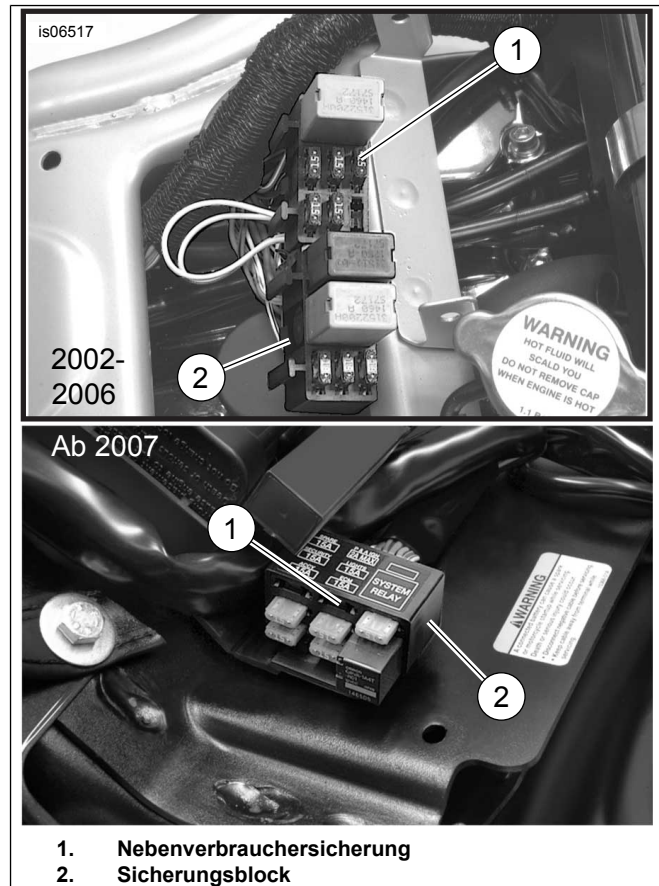

Abbildung 15. Einbauorte der Nebenverbraucher Sicherungen (V-Rod-Modelle)
1. Siehe Abbildung 15. Einen Bereich der Hauptkabelbaumhülle in der Nähe des Sicherungsblocks (2) an einer zugänglichen Stelle behutsam aufschlitzen. Den orange/weißen Draht des Hauptkabelbaums durchschneiden, der zum Sicherungshohlraum (1) führt und folgende Markierung trägt: